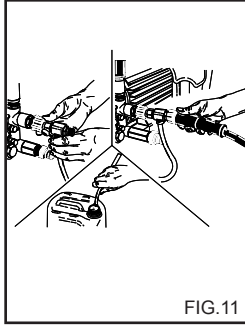

FIG.11
**ANVENDELSE AT TILBEHØR TIL SÆBEINDSUGNING (fig. 11) (Valgfrit tilbehør)**